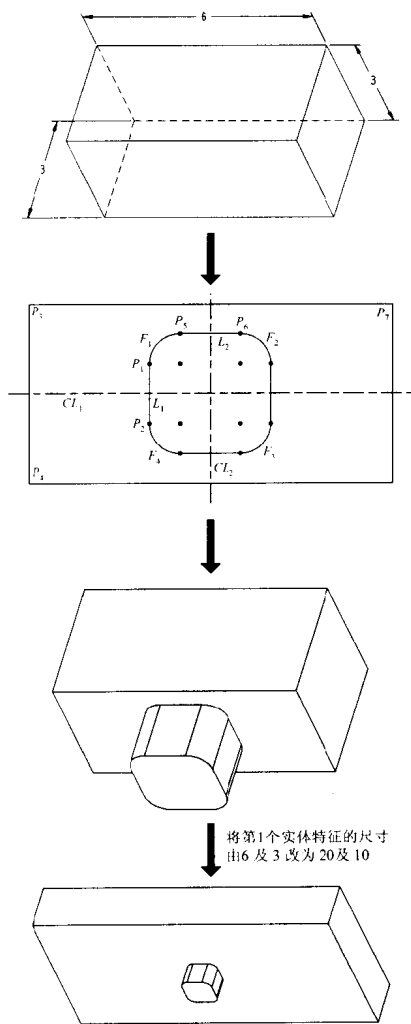

图1.4
- 约束对称、等长/等径、相切等: 此为常用的约束, 例如在图 1.4 中, 给定下列的约束, 则将第 1 个实体特征的尺寸由 6 及 3 改为 20 及 10 时,